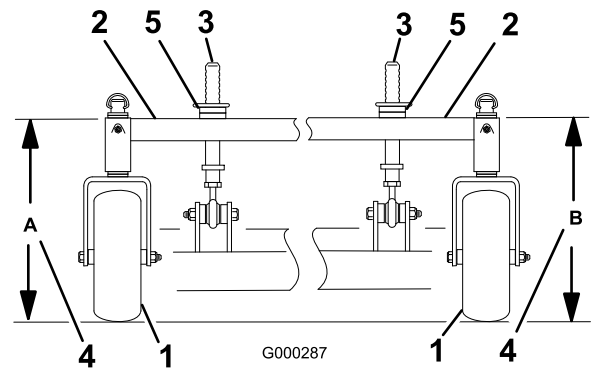

Figure 67
- Mesurez la hauteur du bâti porteur au point **A** (Figure 67).
- Mesurez la hauteur du bâti porteur au point **B** (Figure 67).